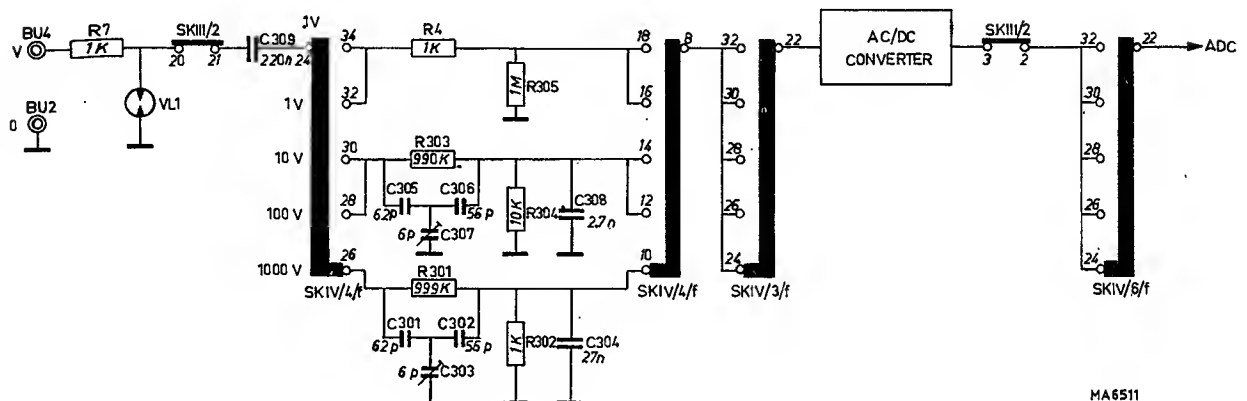

Abb. 14. Wechselspannungsschaltung
2. Wechselspannungsschaltung (Abb. 14)